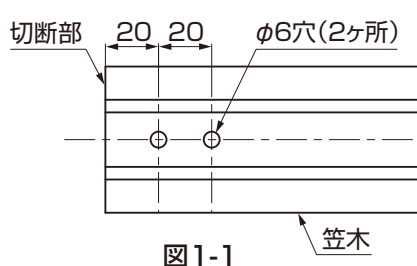

図1-1
- ①笠木を必要寸法に切断した後、図1-1を参照して穴をあけてください。